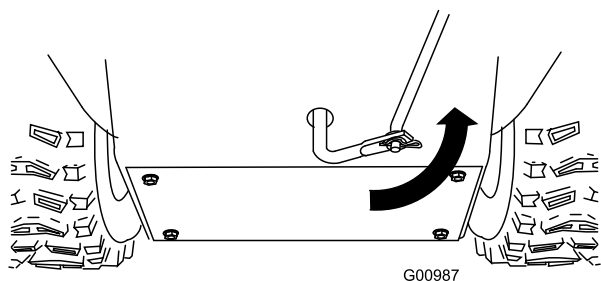

Figure 12
- Tournez le bras de liaison inférieur complètement vers le haut (sens anti-horaire) (Figure 12).